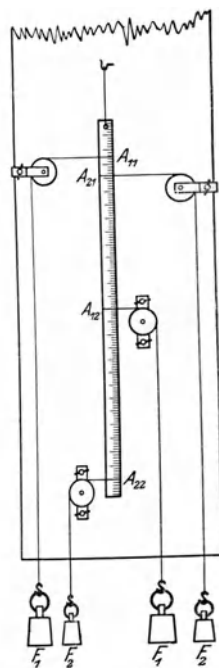

Fig. 62.
**Anleitung.** a) Befestige das obere Ende des Meterstabes mit einer Schnur an einem Haken, der am oberen Rande des Wandbretts eingeschraubt ist (Fig. 62). Befestige bei  $A_{11}$  (10 cm) und  $A_{12}$  (50 cm) Schnüre, führe sie wagerecht über Rollen und belaste ihre Enden mit 1 kg\*. In welchem Sinn dreht sich der Stab? Versuche eine dritte Kraft anzubringen, die den Stab in lotrechter Stellung erhält. *Kräftepaar. Arm. Drehantrieb (Moment) des Kräftepaars. Drehsinn.* Wie groß ist der Antrieb des Kräftepaars und welchen Drehsinn hat es?